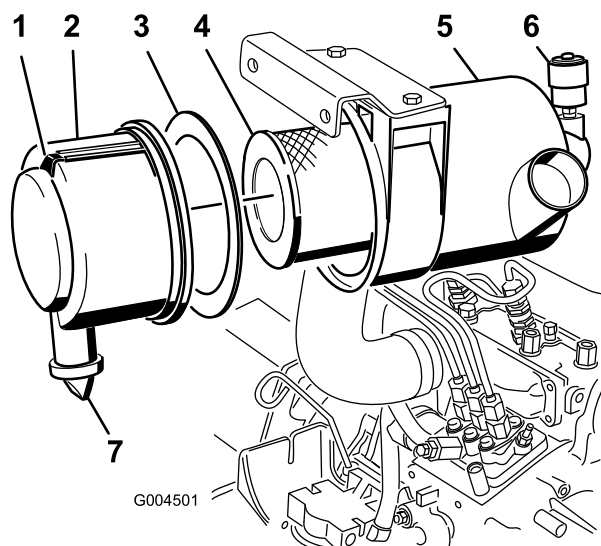

Figure 43
- Faites l'entretien du filtre à air quand l'indicateur de colmatage (Figure 43) est rouge ou toutes les 400 heures (plus fréquemment si vous travaillez dans une atmosphère extrêmement poussiéreuse ou sale). N'effectuez pas l'entretien du filtre à air trop souvent.
1. Tirez le verrou vers l'extérieur et tournez le couvercle du filtre à air dans le sens anti-horaire (Figure 43).
2. Déposez le couvercle du corps du filtre à air (Figure 43).
4. Déposez et remplacez l'élément principal (Figure 43).
6. Vérifiez que le joint en mousse est en place dans le couvercle et qu'il n'est pas déchiré ou endommagé (Figure 43). Remplacez-le s'il est endommagé.
- A. Retirez la valve de sortie en caoutchouc du couvercle (Figure 43).
10. Réarmez l'indicateur de colmatage (Figure 43) s'il est rouge.